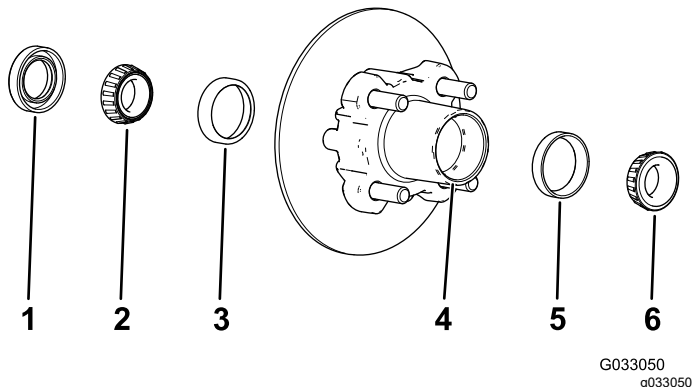

Figura 30
1. Retire el cojinete exterior y el anillo de rodadura del cubo (Figura 30).
2. Retire la junta y el cojinete interior del cubo (Figura 30).
5. Limpie el hueco del cubo para eliminar cualquier resto de grasa, suciedad y residuos (Figura 30).
7. Llène el hueco del cubo hasta un 50-80% de su capacidad con grasa del tipo especificado (Figura 30).
8. Monte el cojinete interior sobre el anillo en el lado interior del cubo e instale la junta (Figura 30).